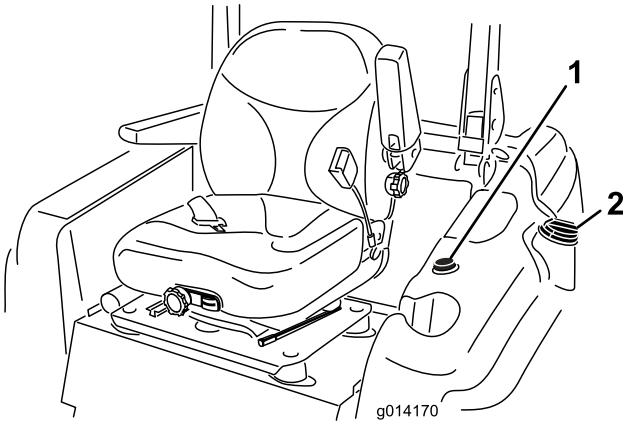

図7
- 燃料タンクのキャップの周囲をきれいに拭いてからキャップを取る図7。